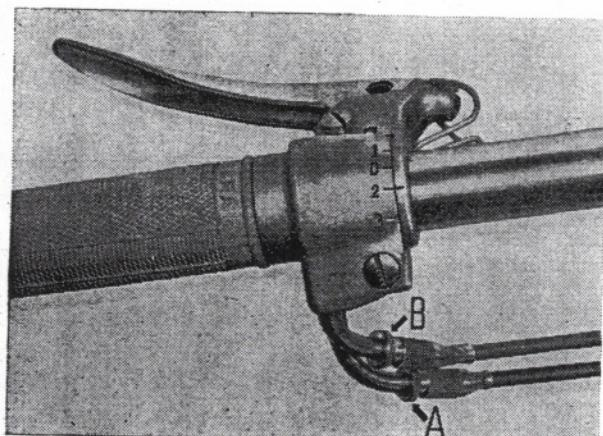

Abb. 120 Stellschrauben A und B des Schaltseilzuges VI / 58 / 1514
2. Dieser Schaltvorgang wird nach entsprechendem Einstellen des **Schaltzuges A** (siehe Abb. 120) am Drehgriff so oft wiederholt, bis der 2. Gang von der Leerlaufstellung aus sicher einrastet.
4. Hierbei muß der **Schaltzug B** so eingestellt werden, daß der 2. Gang vom 3. Gang her (beim Zurückschalten) sicher einrastet. (Siehe auch Abb. 120)